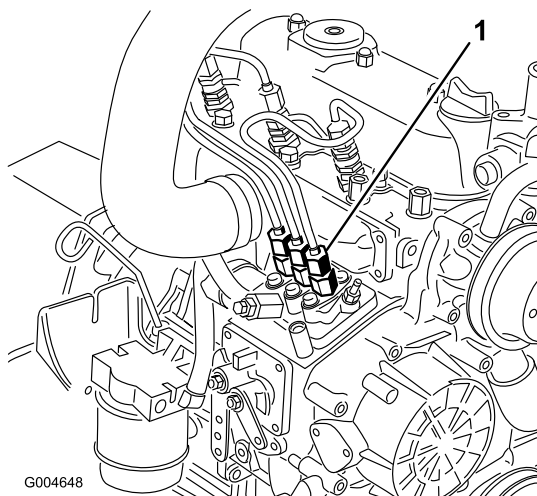

図 48
1. 燃料噴射ポンプから No.1インジェクタ・ノズル(図 48)へのパイプ接続部の下にウェスを当て、パイプの接続をゆるめる。